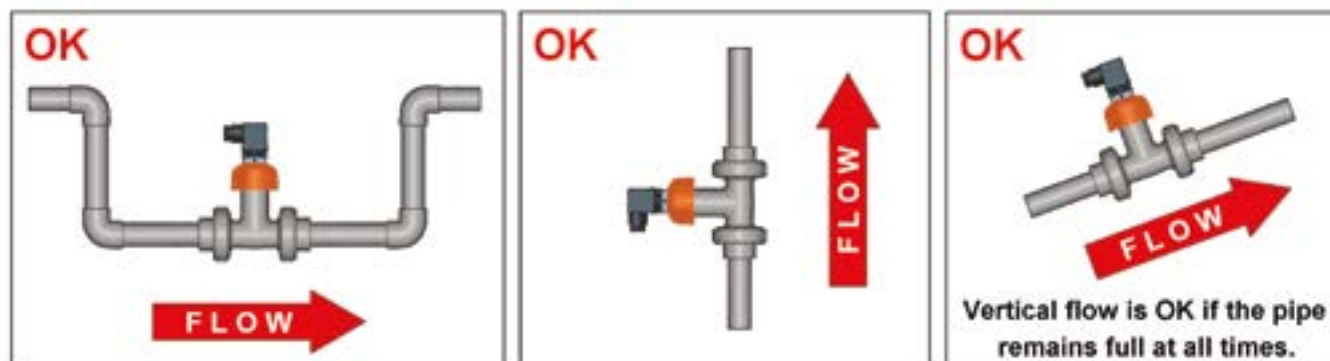

Fig. 2
- Le tre configurazioni mostrate in **Fig.2** garantiscono che il tubo sia sempre pieno: per una misurazione corretta il sensore NON deve essere mai esposto a bolle d'aria.